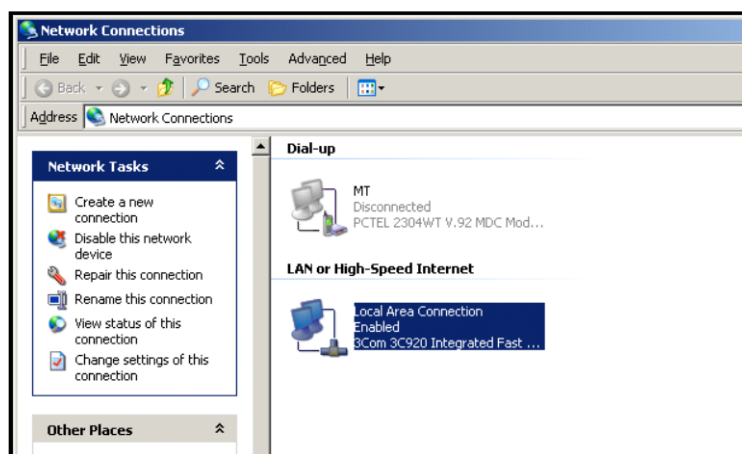

Figure D-5 : Écran Connexions réseau
6. La fenêtre illustrée sur la Figure D-5 s'affiche.